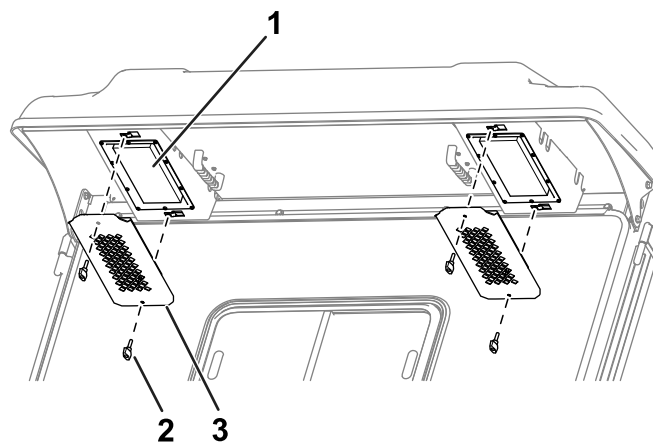

Рисунок 116
1. Снимите ручки и решетки с задней выступающей части кабины (Рисунок 116).
4. Установите фильтр в кабину с помощью ручек и решеток (Рисунок 116).